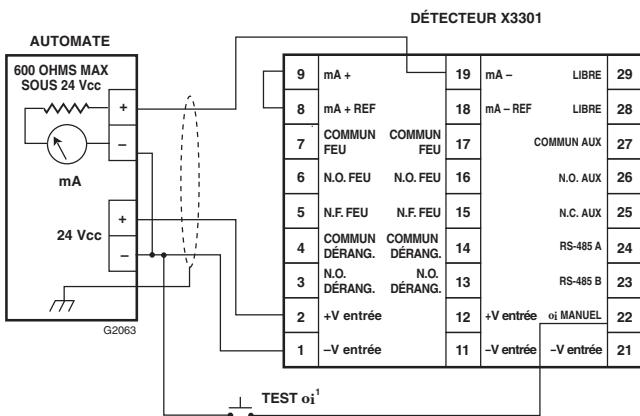

Figure 9—Détecteur X3301 Câblé pour une Sortie 0-20 mA Non Isolée (Source)
- Si le détecteur est équipé d'une sortie 0-20 mA, se référer aux Figures 9 à 12.